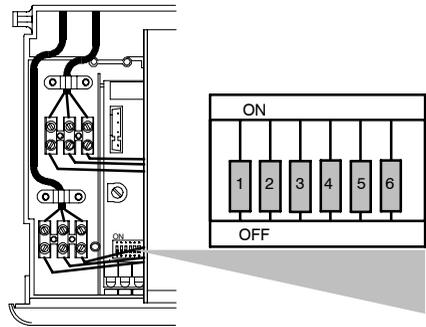

fig. 9.12
- 4 Una volta completata la memorizzazione togliere alimentazione elettrica alla caldaia e riportare i DIP switch in posizione OFF (fig. 9.12)